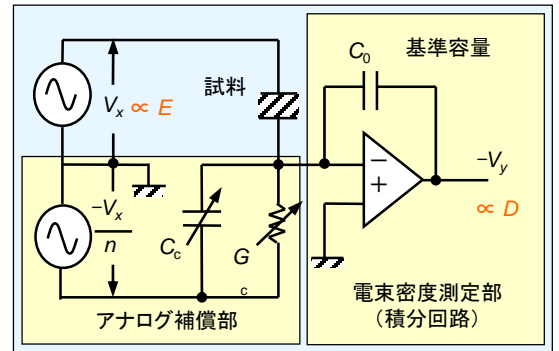
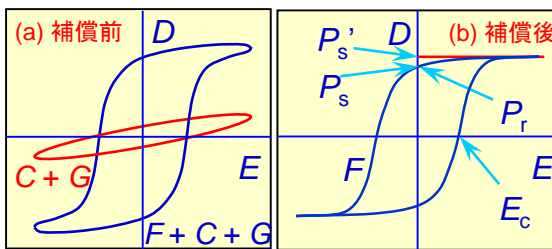

図1 改良型ソーヤ・タワー回路
図2 D - E 履歴曲線の補償 (模式図)
- ▶ D - E 履歴曲線が観測されれば、強誘電性を確認したと言える。従来、 D - E 履歴曲線の補償にはソーヤ・タワー回路が用いられてきたが、誤差を小さくするため、改良した回路を開発した(図1)。
- ▶ 補償前の D - E 履歴曲線は図2(a)のようになるが、改良型回路(図1)により履歴曲線を補償することで、図2(b)に示すような純粋な自発分極の成分(強誘電成分、 F)のみの観測が可能になる。